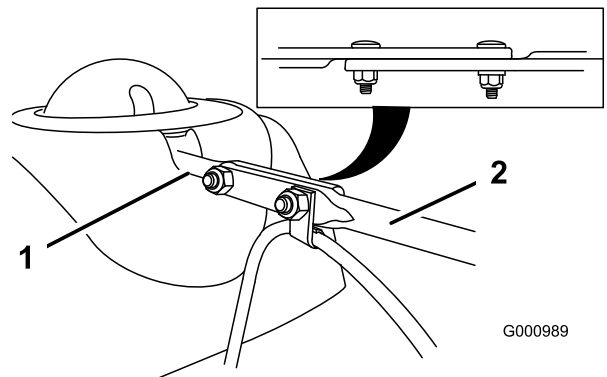

Bild 9
3. Richten Sie das abgeflachte hintere Ende des langen Auswurfeinstellgestänges mit dem abgeflachten vorderen Ende der kurzen Stange aus, die aus dem Armaturenblech herausragt, sodass beide eingreifen (Bild 9).